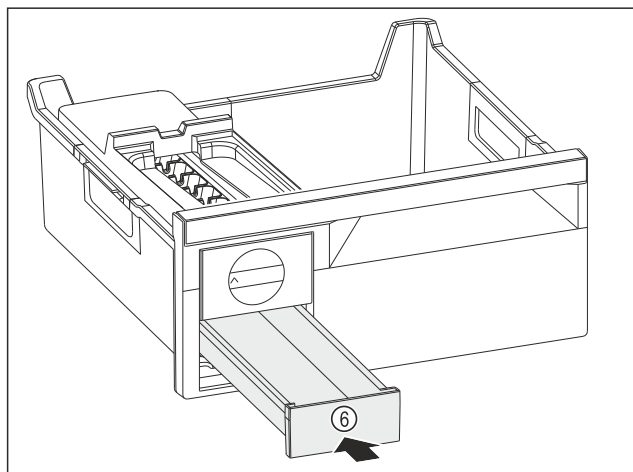

Fig. 82
- Zasunúte zásuvku na kocky ľadu Fig. 82 (6).